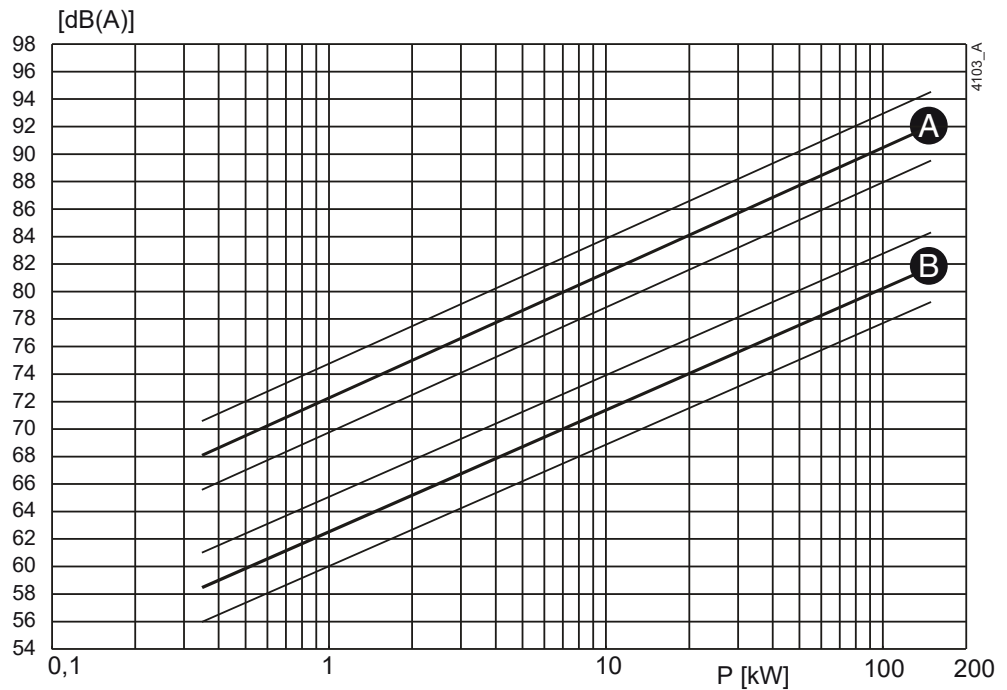
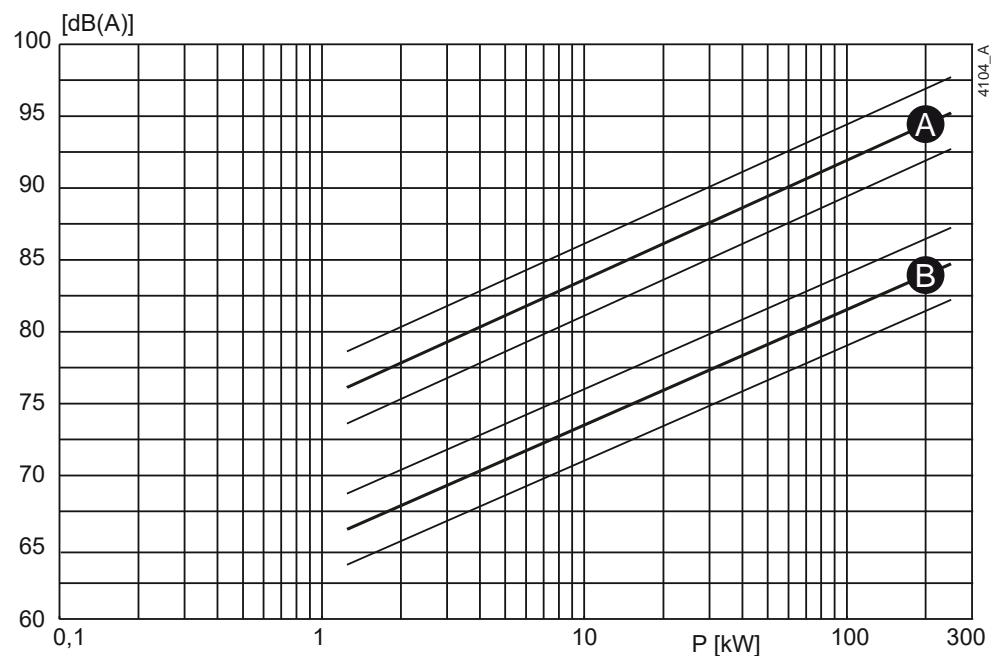

Abbildung 43: Schall als Funktion der Pumpenleistung [kW] bei  $1450 \text{ min}^{-1}$
Abbildung 44: Schall als Funktion der Pumpenleistung [kW] bei  $2900 \text{ min}^{-1}$
- 1 Um den Schallpegel (L1) der Pumpe zu bestimmen, siehe Abbildung 43 oder Abbildung 44.